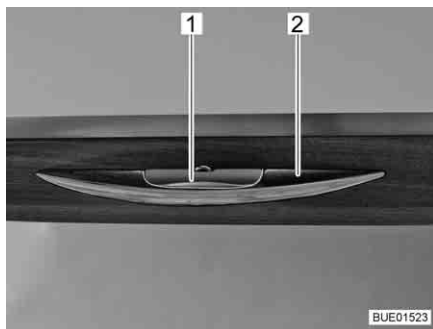

Fig. 54 Sportello del mobile con maniglia di sbloccaggio
- Premere la maniglia di sbloccaggio (Fig. 54,1) e mantenerla premuta.
- Tirare la maniglia (Fig. 54,2) finché lo sportello del mobile non si apre.